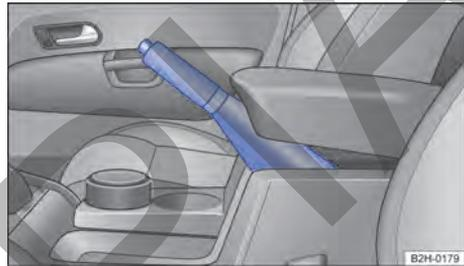

Fig. 108 Entre los asientos delanteros: freno de mano.
- Tire de la palanca del freno de mano con fuerza hacia arriba manteniendo el botón de bloqueo presionado → Fig. 108.